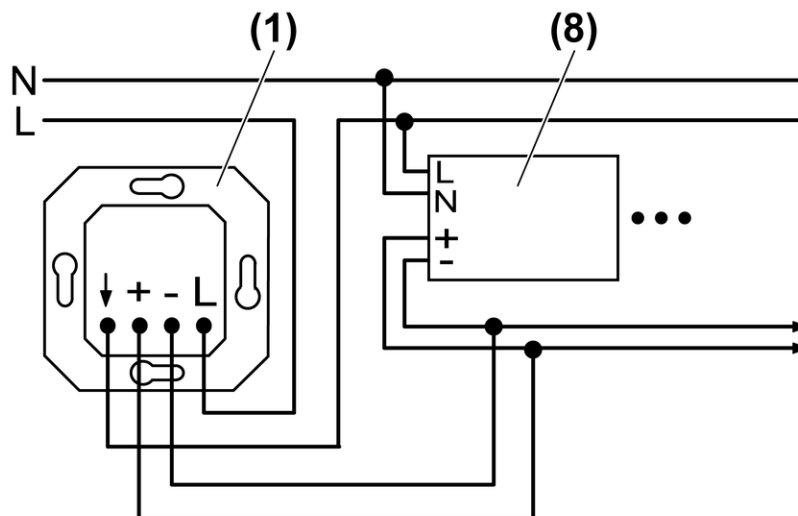

Bild 2: Anschlussplan Potentiometer mit Schaltfunktion
- (1) Elektronisches Potentiometer
- (8) Lampen-Betriebsgerät mit 1-10 V Schnittstelle, EVG
- (9) Nebenstelle, Installationstaster
- Elektronisches Potentiometer mit Schaltfunktion gemäß Anschlussplan (Bild 2) bzw. anschließen.